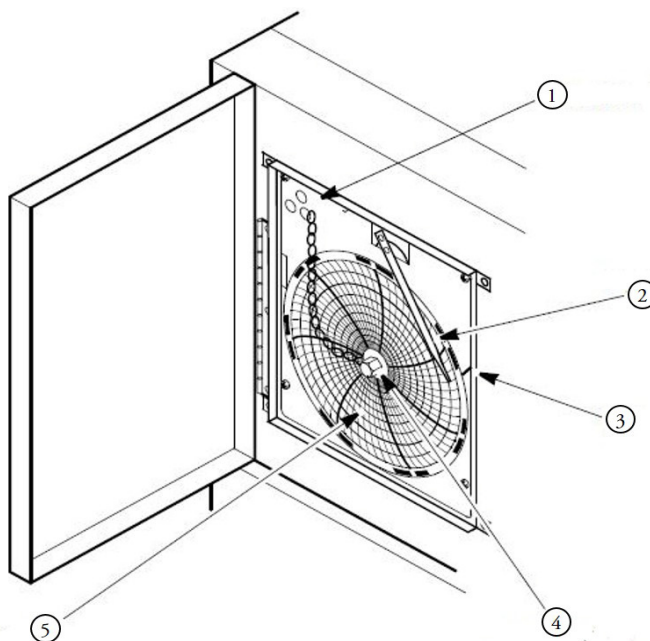

Figura 13. Registrador gráfico
3. Desatornille la tuerca central, retire el papel para gráficas antiguo e instale uno nuevo. Alinee con cuidado el día y la hora con la marca de referencia situada en el panel del registrador (un pequeño surco en el lado izquierdo del panel, como se muestra en la *Figura 13*).